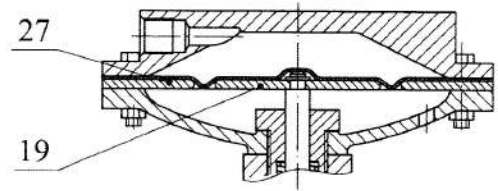

Рисунок 4
После перепускания и установления необходимого давления в зоне контроля, оттянуть боёк 33, рисунок 4, с помощью колпачка 41 до зацепления, и повернуть рукоятку 3 дальше до ее фиксации.
- при повышении или понижении контролируемого давления до заданного значения происходит перемещение штока 20, рисунок 4, вниз (при повышении) или вверх (при понижении), что приводит к поворачиванию рычага 35 и освобождению бойка 33 из зацепления;
### 9.2.2 Наладка механизма настройки ПЗК, рисунок 4: